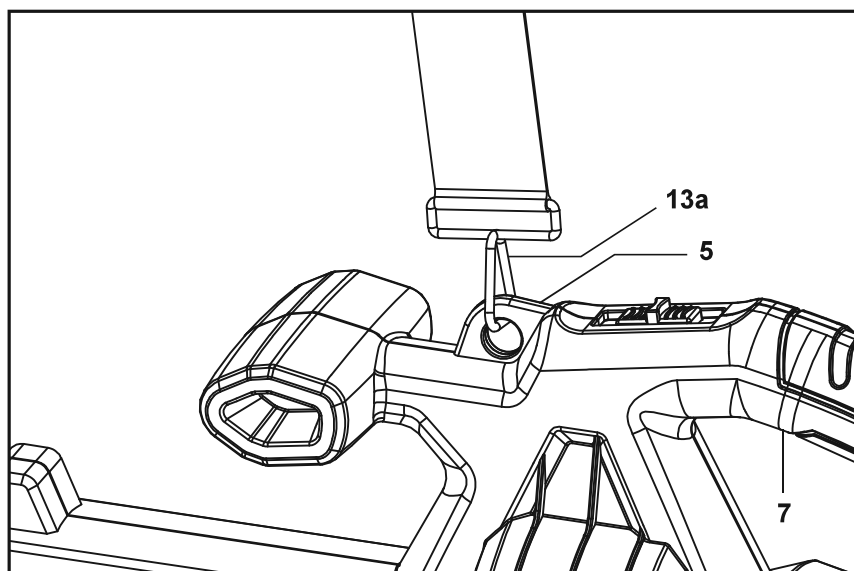

Fig. 6
3. Ajuste o comprimento do arnês (13) para que o grampo de fixação (13a) fique aproximadamente a 15 cm abaixo da cintura.
4. Fixe o grampo de fixação (13a) à argola para pendurar (5) localizada à frente da pega principal (7) (Fig. 6).